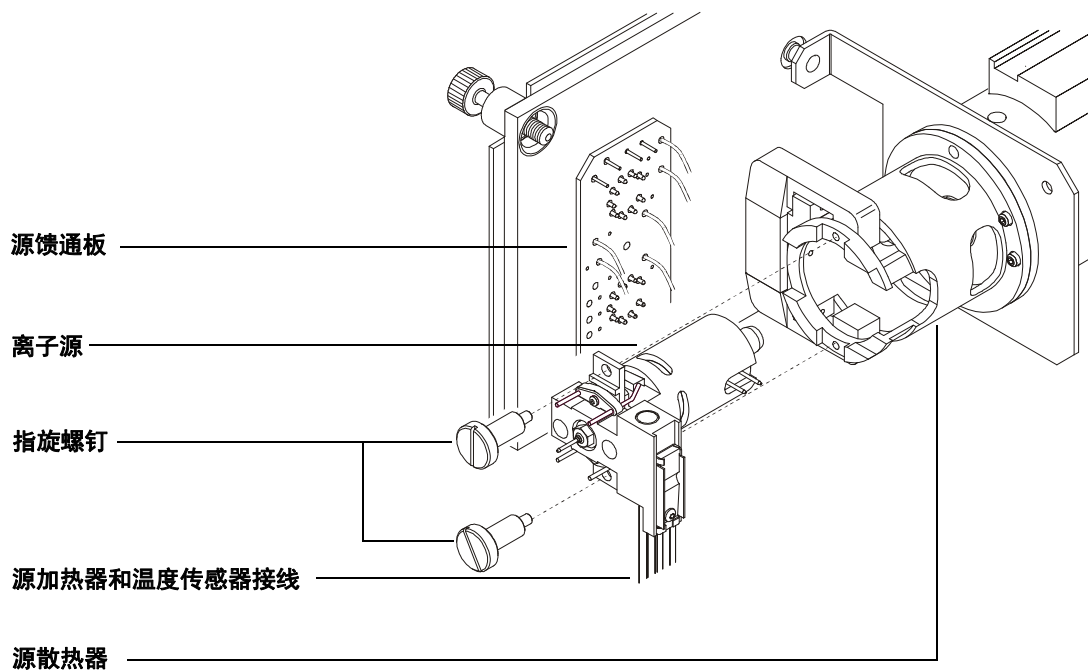

图 32 取出离子源
- 3 从离子源上拔下七根接线。不要过分弯折这些接线（图 32 和表 22）。